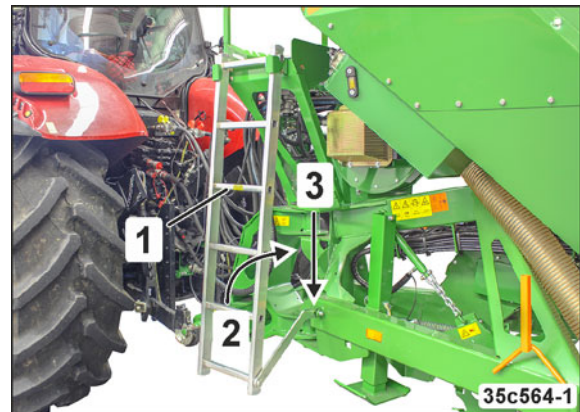

Fig. 246
15. Skub stigen (Fig. 246) op, og sørg for at sikre den.